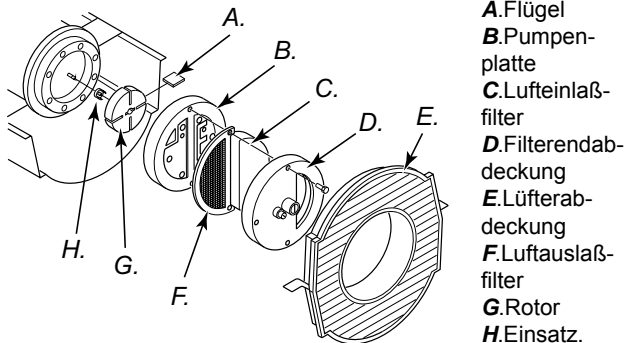

Abbildung 25 – Lage des Rotors, 10 und 20kW Modelle.
9. Den Rotorschlitz überprüfen. Bei Bedarf auf 0,076/0,101 mm einstellen. (Siehe Abbildung 25).